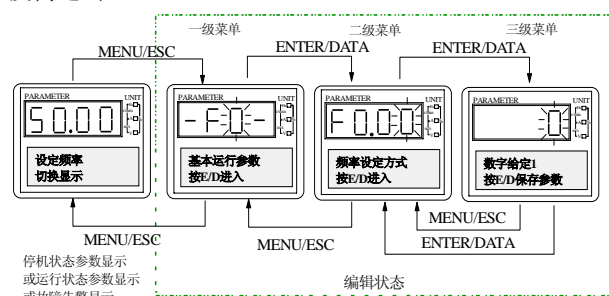
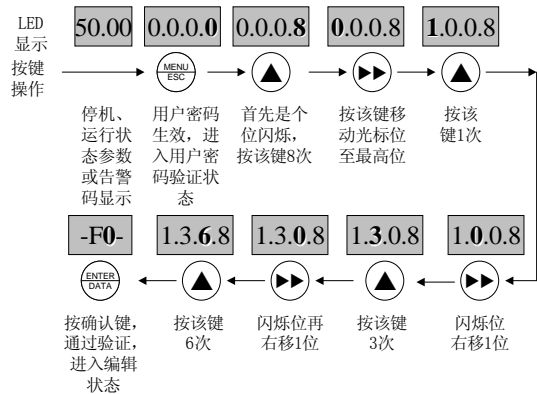

图4-6 操作面板的编程显示状态
图4-13 用户密码解锁的操作示例
在停机、运行或故障告警状态下，按下MENU/ESC键，均可进入编辑状态（如果有用户密码，参见FP.00说明和图4-13），编辑状态按三级菜单方式进行显示，如图4-6所示，其顺序依次为：功能码组→功能码号→功能码参数，按ENTER/DATA键可逐级进入。当功能参数显示状态下，按ENTER/DATA键则进行参数存储操作；按MENU/ESC则可反向退出。
**用户密码的验证解锁操作：**（设“用户密码”FP.00 设定值为“1368”。图4-13 中黑体数字表示闪烁位）